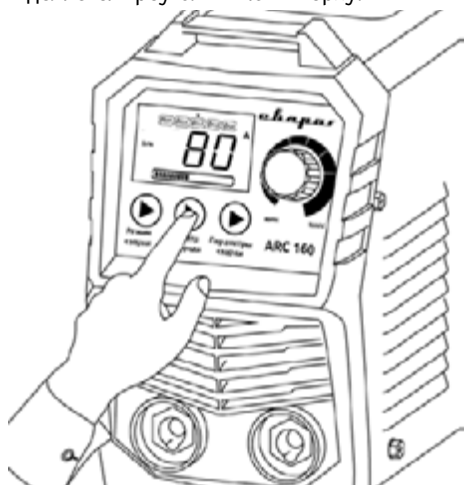

Рис. 9.8. Выбор диаметра электрода.
2. Выберите необходимый диаметр электрода (См. рис. 9.8).